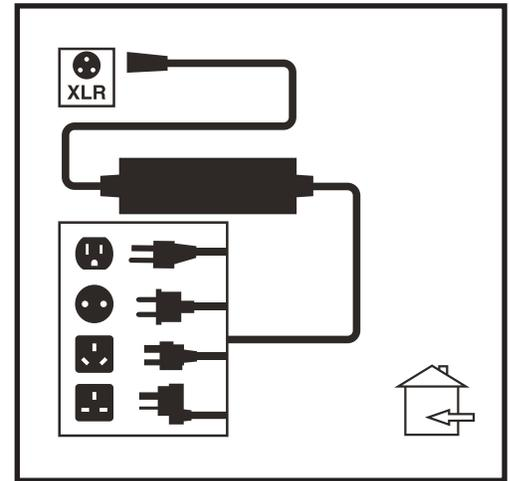

Bild 15. Batterie lädt
3. Stöpseln Sie das externe Ladergerät in die externes-Ladegerät/ Programmierungsteckdose an der Steuerung. **Siehe Bild 15.**